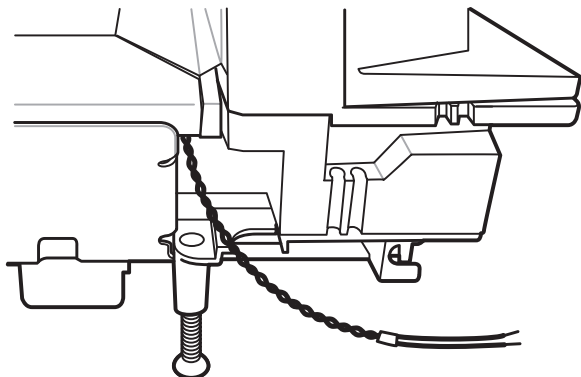

Figura 3-28 Fios da Antena para a conexão do controlador do ponto de verificação
- A antena do ponto de verificação horizontal deve ser colocada no lugar na estrutura central do MP70XX, embaixo do prato, e os fios da antena para a conexão do controlador devem ser colocados como mostrado na Figura 3-28. (Consulte página 1-10 para saber o direcionamento dos cabos.)
4. Direcione os fios da antena, com extremidades parcialmente desencapadas, como mostrado na Figura 3-28, posicionados a alguns centímetros abaixo do MP70XX para que os fios do controlador do ponto de verificação fiquem presos à antena.